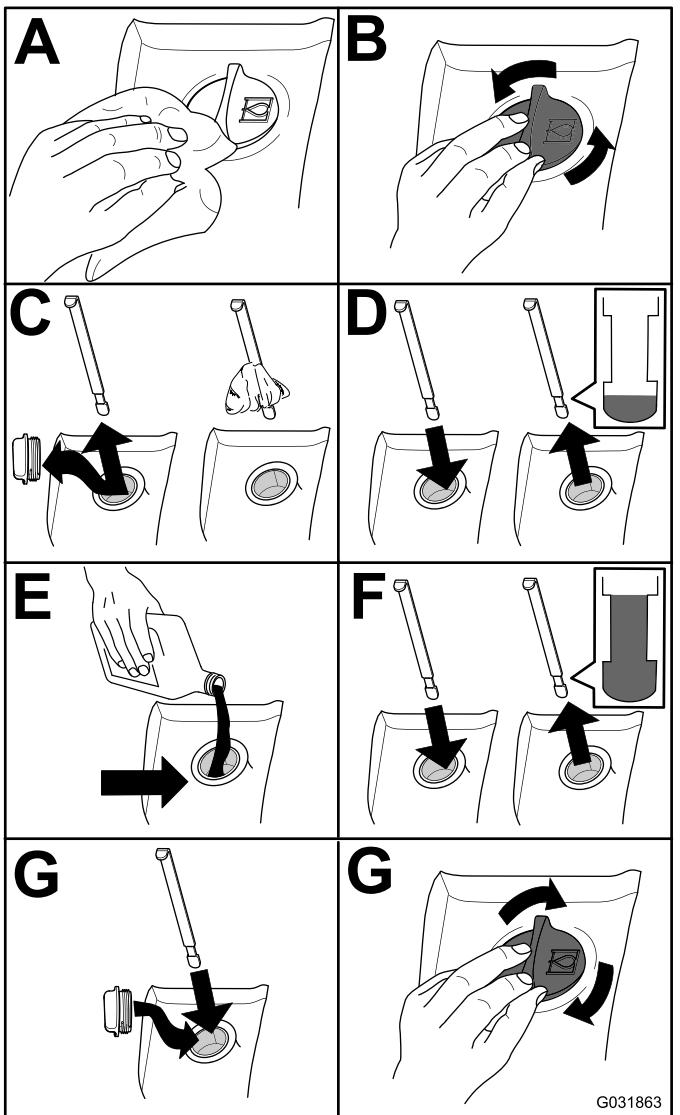

Рисунок 79
2. Проверьте уровень гидравлической жидкости (Рисунок 79).